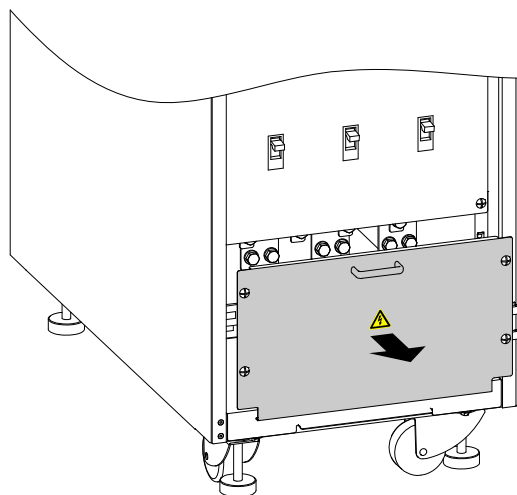

Figure3-16 Rimuovere la piastra di copertura del cablaggio inferiore
Step 1 Aprire lo sportello anteriore dell'UPS, rimuovere la piastra di copertura del cablaggio inferiore, come mostrato in Figure3-16.